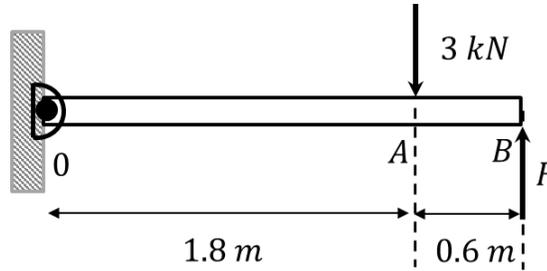

Fig. 4.1.
4.1.- Una viga homogénea de 0.5 (kN) de peso y longitud 2.4 (m) está sometida a una fuerza de 3 (kN) y otra desconocida F como lo muestra la Fig. 4.1. La viga está fija mediante un pasador en O y se mantiene en equilibrio. Determine las reacciones en el pasador y el valor de la fuerza F .